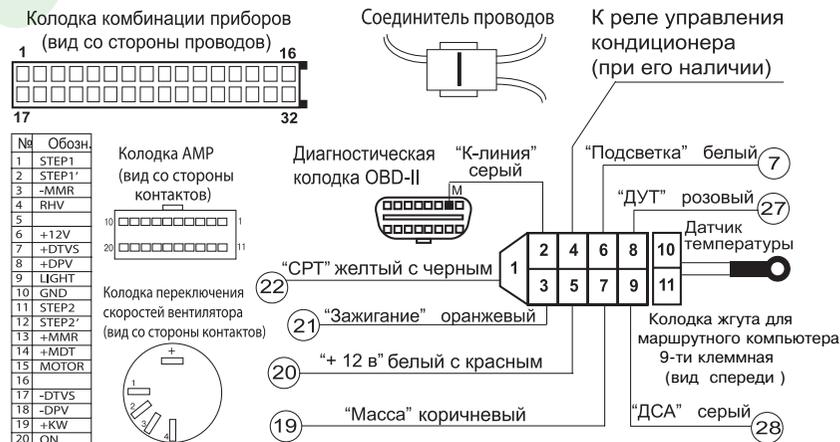

Рис. 1 Подключение прибора
- Пропустить провод "К-линии" к диагностической колодке, которая находится под рулевой колонкой с правой стороны, и подсоединить его к гнезду "М" (рис. 1).
- Соединителями проводов (входят в комплект) подключить провода жгута прибора к проводам жгута колодки комбинации приборов в соответствии с их нумерацией (рис. 1).